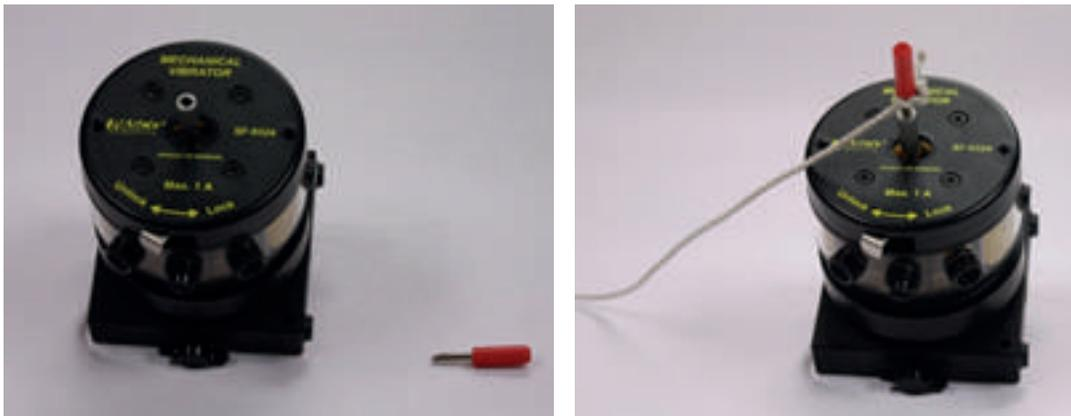

Figura 1.8. Generador mecánico de ondas y accesorio
- En el accesorio (plug), se ata el hilo, después se coloca en el orificio (figura 1.8).